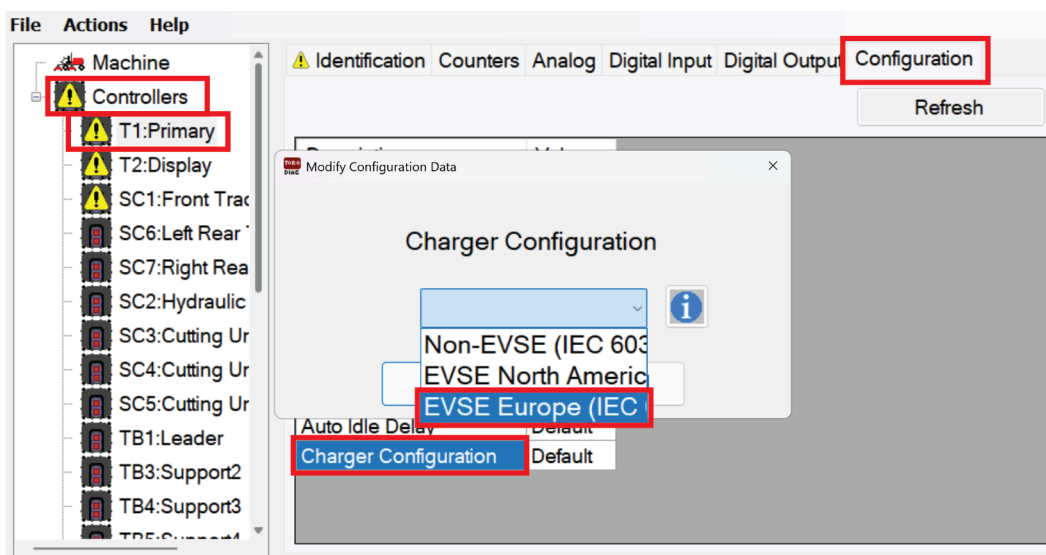

図 5
5. 充電器の構成ウィンドウが表示されます。EVSE Europe (IEC 61851) オプション (図 5) を選択する。